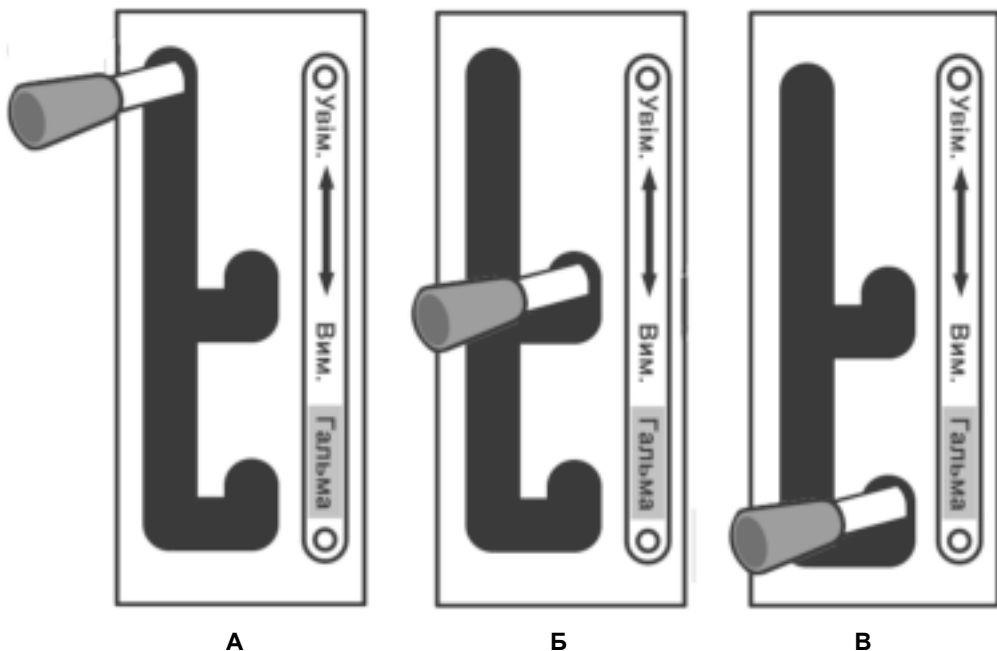

Рисунок 35. – Важіль зчеплення
3. Важіль управління зчепленням повинен перебувати в положенні «Вимк.» («Вимкнено») (див. рис. 35., поз. «Б».)
5. Важіль (4) (див. рис. 35.) управління подачею палива («газ») встановити в крайнє верхнє положення, яке відповідає максимальним обертам.
2. Установити важіль управління зчепленням в поз. "Вимк." («Вимкнено») («Б») (див. рис. 35.)
7. Утримуючи кермо мотоблока за рукоятку, плавно перевести важіль управління зчепленням в положення «Ввімк.» («увімкнено») («А») (див. рис. 35.) Мотоблок почне рух вперед.
2. Встановити важіль управління зчепленням в поз. «Вимкнено» («Б») (див. рис. 35.)
7. Утримуючи кермо мотоблока за рукоятку, плавно перевести важіль управління зчепленням в положення «включено» («увімкнено») («А») (див. рис. 35.) Мотоблок почне рух назад.
На відміну від автомобіля або мотоцикла, рух мотоблока можна починати або закінчувати на будь-якій заздалегідь обраній передачі. Під час зміни передачі немає необхідності спеціально розганятися або зупинятися. Досить перевести важіль управління зчепленням в поз. «Вимкнено» («Б» див. рис. 35.) та за допомогою важеля перемикання передач обрати необхідну передачу.